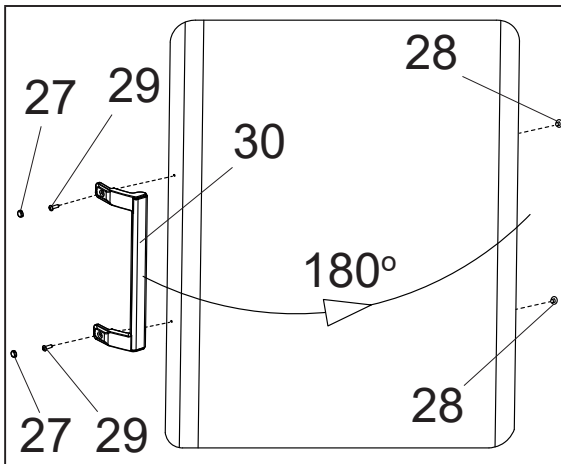

Рисунок 12
4. На верхней и нижней стороне двери поменяйте заглушку 11 и втулку 12 местами (аналогично рисунку 7). Маленькой отверткой подцепите и снимите колпачки 27 и заглушки 28 (см. рис. 12). Крестовой отверткой выкрутите винты 29 и переставьте ручку 30 на противоположную сторону (см. рис. 12).